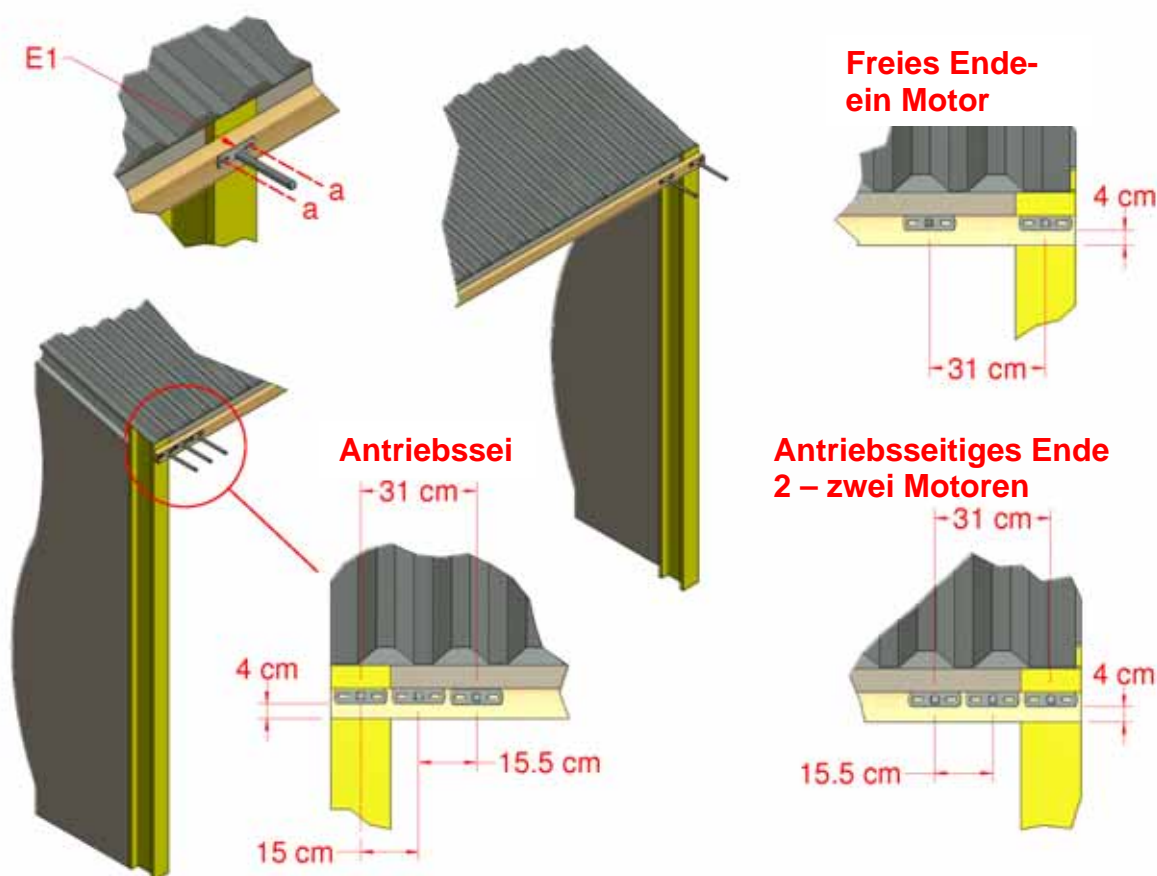

Abbildung 3: Montage der stirnseitigen Halterungen am antriebsseitigen und am freien Ende
2.1 Obere stirnseitige Halterungen (E1) an jedem Ende des Gebäudes mit den entsprechenden Befestigungsmitteln am oberen Träger befestigen, wie in Abbildung 3 gezeigt. Die drei stirnseitigen Halterungen am antriebsseitigen Ende müssen mit einem Mittenabstand von 15,5 cm montiert werden. Die beiden stirnseitigen Halterungen am freien Ende (bei Einzelmotorantrieben) werden mit einem Mittenabstand von 31 cm montiert. Unterhalb der stirnseitigen Halterung muss ein Spalt von 4 cm zur Befestigung des Kador-Profiles des Vorhangs vorgesehen werden, siehe Abschnitt 3.1.